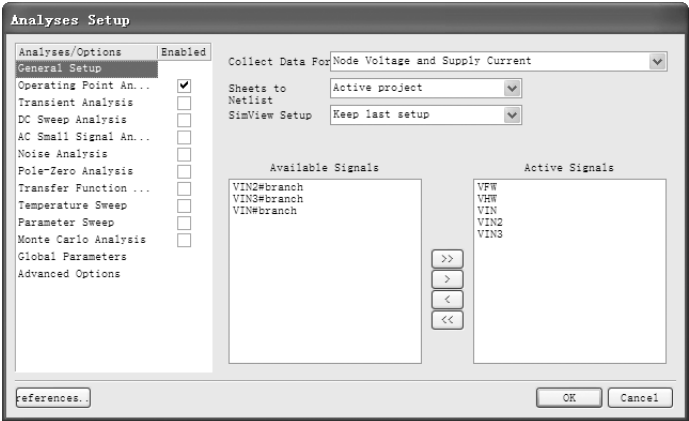

图 12-29 通用参数设置
选择菜单命令“设计”→“仿真”→“Mixed Sim”（混合仿真），弹出仿真分析对话框，如图 12-29 所示。在本例中需要设置“General Setup”（常规设置）选项卡和“Transient Analysis”（传输特性分析）选项卡。
- 1) 通用参数设置。通用参数的设置如图 12-29 所示。